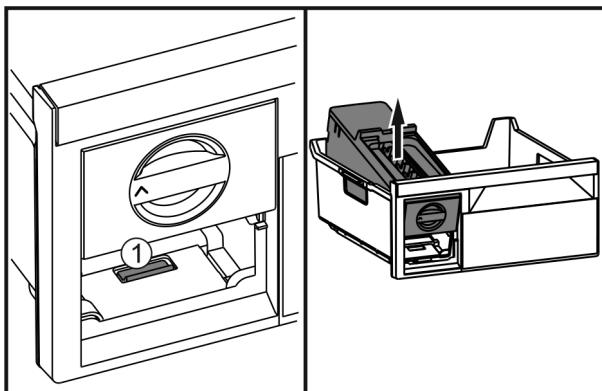

Fig. 47
- Натиснете езичето Fig. 47 (1), повдигнете EasyTwist-Ice отзад и извадете от чекмеджето на фризера.